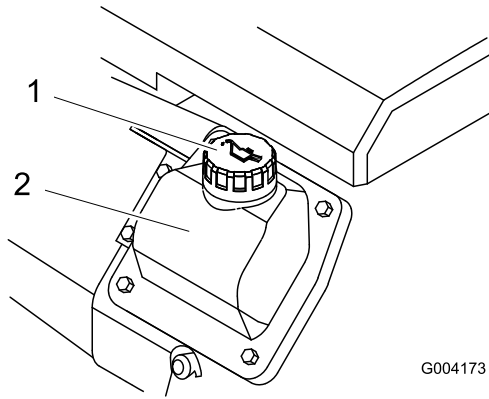

Figure 36
- Si le niveau d'huile est trop bas, nettoyez la surface autour du bouchon de remplissage et enlevez le bouchon (Figure 36).
- Enlevez le bouchon de remplissage (Figure 36) et versez lentement environ 80 % de la quantité d'huile spécifiée dans le couvre-culasse.
- Faites l'appoint d'huile avec précaution pour faire monter le niveau jusqu'au repère du plein (F) sur la jauge.
9. Enlevez le bouchon de remplissage (Figure 36) et versez lentement environ 80 % de la quantité d'huile spécifiée dans le couvre-culasse.
11. Faites l'appoint d'huile avec précaution pour faire monter le niveau jusqu'au repère du plein (F) sur la jauge.